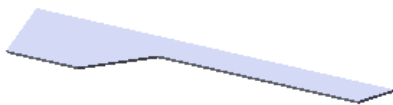

图 13.4.20 基体—法兰 1
Step2. 创建图 13.4.20 所示的钣金基础特征——基体—法兰 1。
(1) 选择命令。选择下拉菜单 **插入(I)**  **钣金(B)**  **基体法兰(A)...** 命令(或单击“钣金”工具栏上的“基体法兰/薄片”按钮 )。